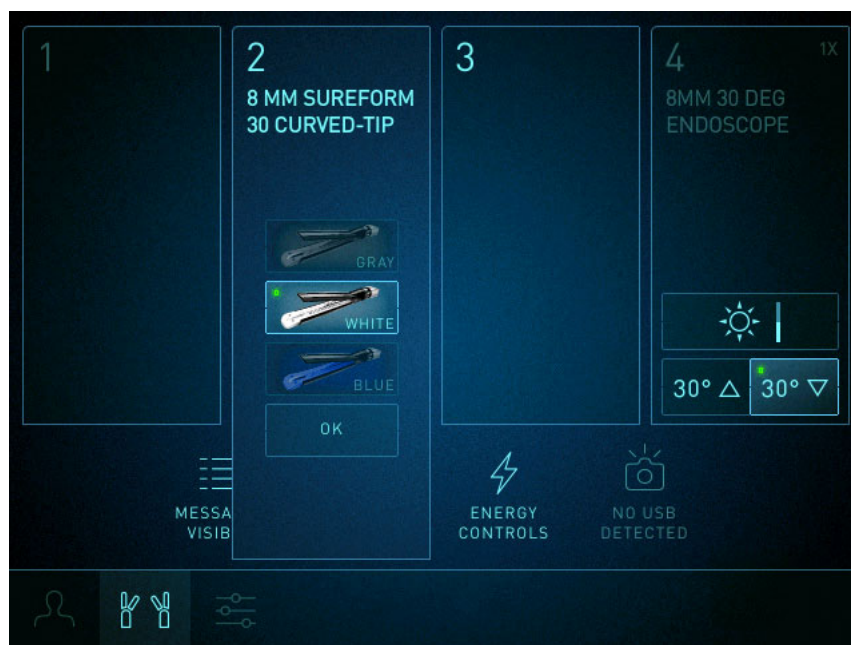

Figura 3.5 Toque em OK, calibração concluída
2. Toque em OK. Calibração concluída (Figura 3.5).